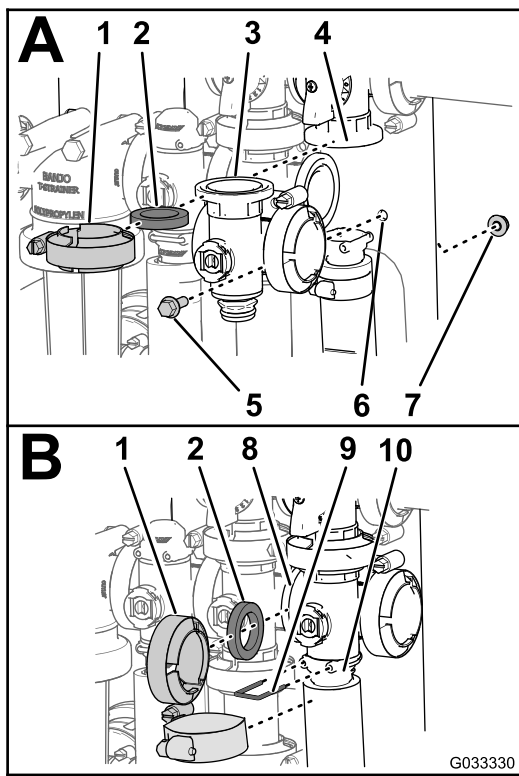

Figura 77
- Sujete el conector de extremo al conector de salida insertando una horquilla de retención en el conector de salida (Figura 77, B).